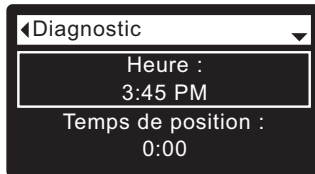

FIG. 96
8. Appuyez sur le sélecteur (O) pour ouvrir l'écran de diagnostic (cf. Figure 96).